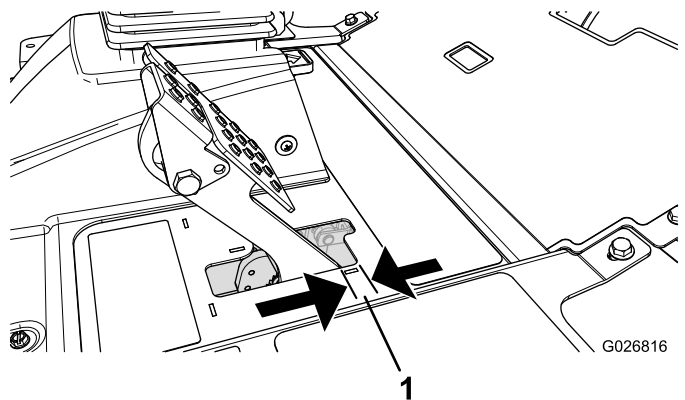

Рисунок 96
Отрегулируйте тормоза, если свободный ход педали тормоза превышает 2,5 см или требуется большее усилие нажатия для торможения (Рисунок 96). Свободный ход — ход педали тормоза до начала ощущения сопротивления.
2. Затяните заднюю гайку, чтобы переместить трос назад так, чтобы свободный ход педалей тормоза до момента фиксации колес составлял от 0,63 до 1,27 см (Рисунок 96).